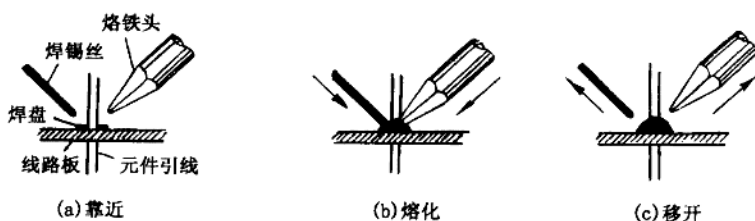
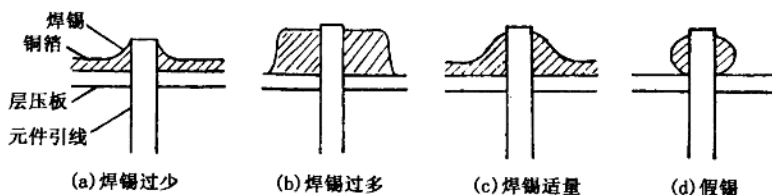

图 1-26 焊接步骤
图 1-27 焊锡用量
(2) 焊接步骤见图 1-26。
①将温度合适的烙铁头与焊锡丝同时对准焊接点,并在烙铁头上先熔化少量的焊锡和松香。对初学者来说,焊接时掌握好烙铁头温度是很重要的。把通电的烙铁头碰到松香,发出“哧”的声音,说明温度合适;若碰到松香,冒烟过多,说明温度过高;当碰到松香时,连“哧”的声音都没有,说明温度太低。
②在烙铁头上的焊剂尚未挥发完时,将烙铁头与焊锡丝同时接触焊接点,开始熔化焊锡。
③在焊锡熔化到适量和焊接点上焊锡充分熔化的情况下,要迅速地移开焊锡丝和烙铁头。焊点上用的焊锡要适量,一般以焊锡包着引线灌满焊盘为宜(图 1-27)。